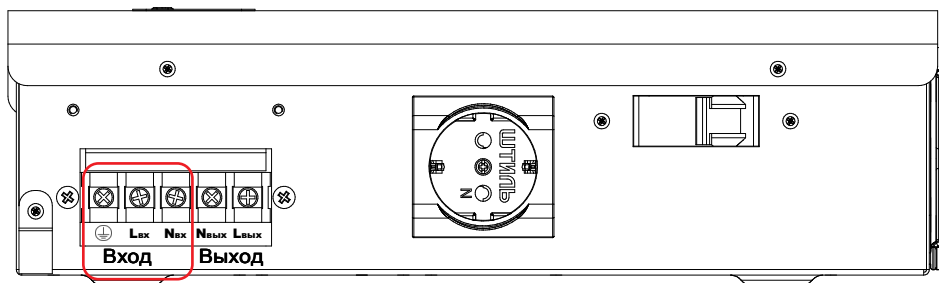

Рисунок 24. Стабилизаторы Штиль IS2500, IS3000 и IS3500. Выводы «Вход \perp -L-N»
- у моделей IS2500, IS3000, IS3500, IS5000 и IS7000 с помощью выводов «Вход \oplus -L-N» (**рисунок 24, 25 и 26**);